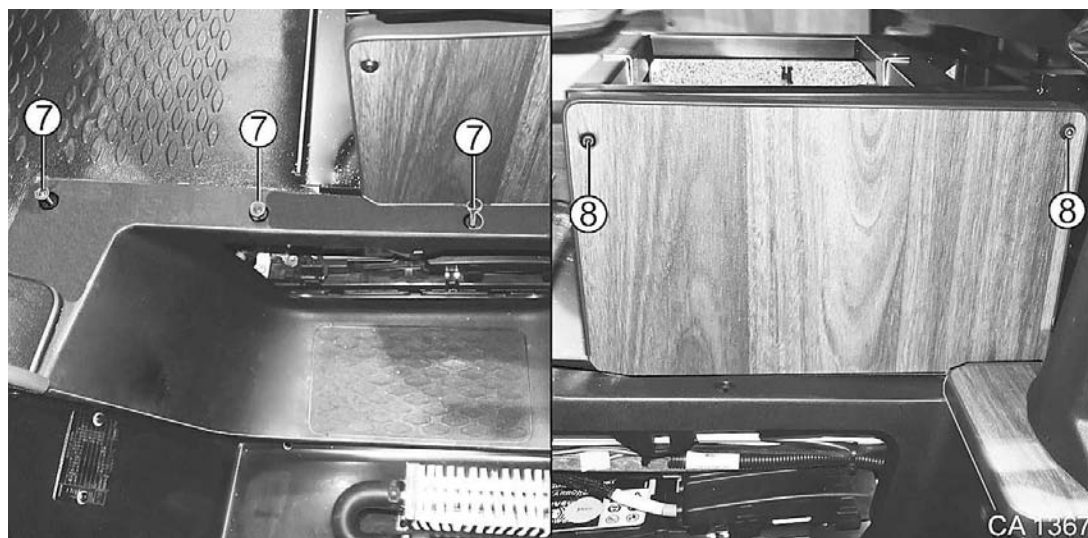

Fig. 207 Remplacer la batterie du véhicule
6. Desserrer les trois vis (Fig. 207/7) du marche-pied avec un tournevis Torx n° 20.
7. Au niveau de l'habillage de la console du siège de gauche, desserrer les deux vis (Fig. 207/8) avec un tournevis Torx n°20.